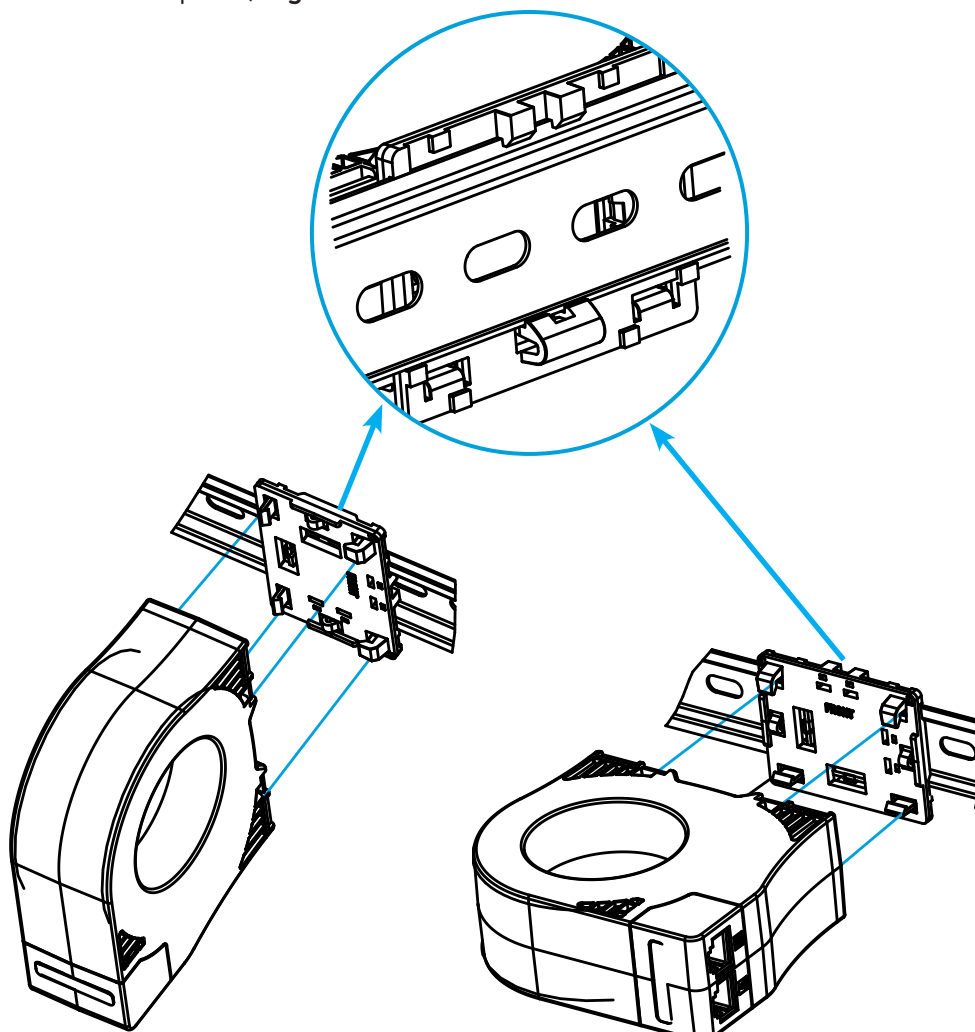

Figura 7: Instalación en carril DIN.
1.- Instalar el soporte en el carril DIN, una vez instalado debe quedar visible la cara FRONT. El soporte se puede instalar de 2 maneras, en función de la posición del TDB que se necesite, Figura 7.
2.- Instalar el TDB en el soporte, Figura 7.